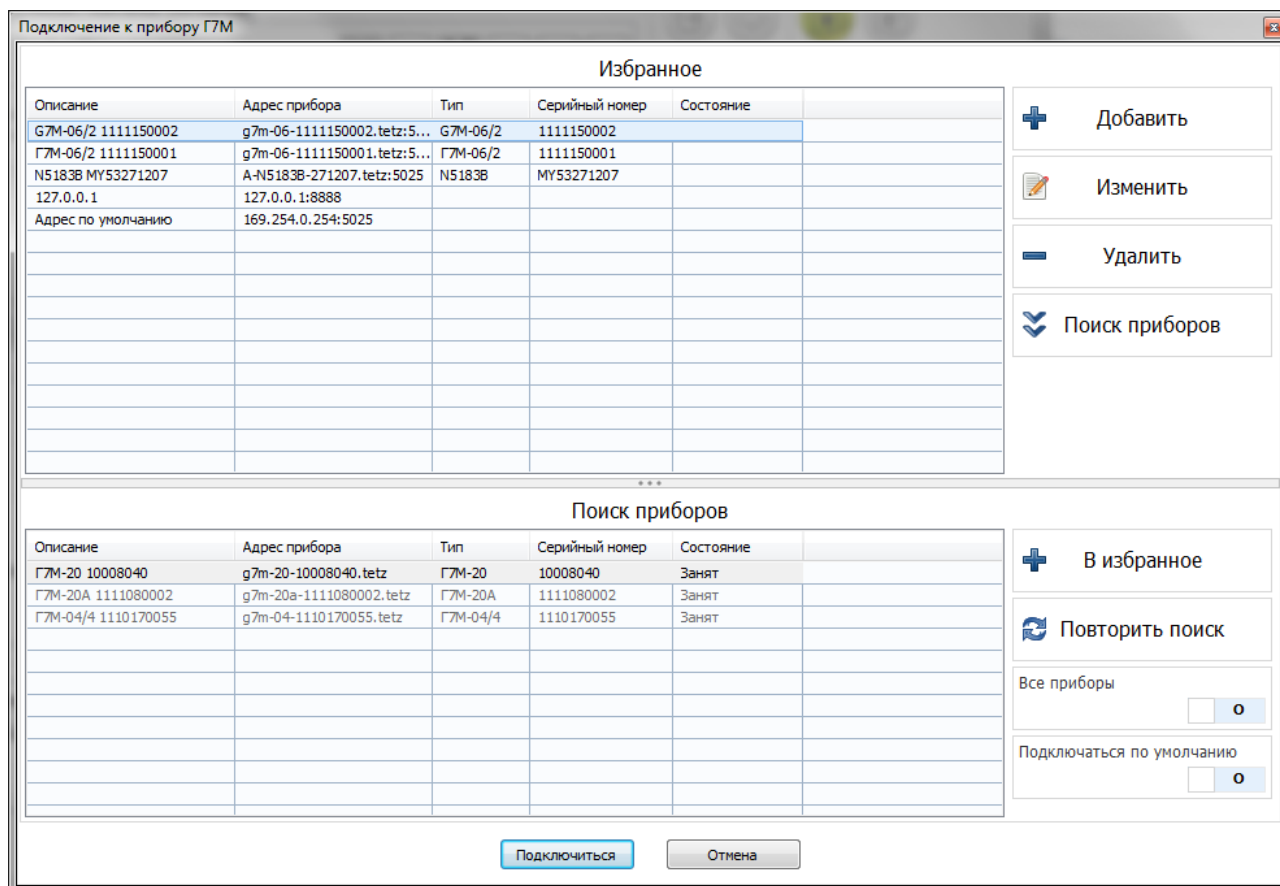

Рисунок 5.17 – Окно подключения к Г7М
- а) «Подключиться к прибору» – вызывает окно подключения к Г7М (рисунок 5.17), если подключение уже осуществлено, пункт заблокирован;
Вызывает диалог подключения к Г7М (рисунок 5.17)